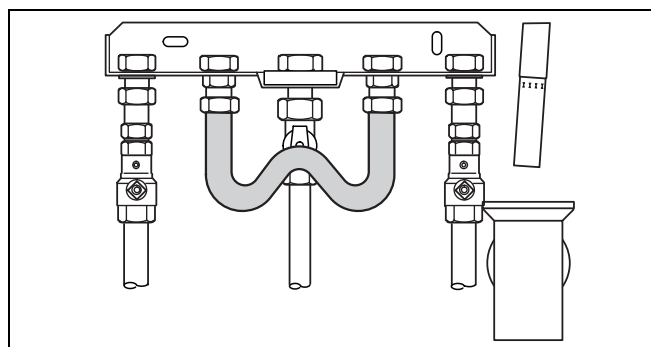
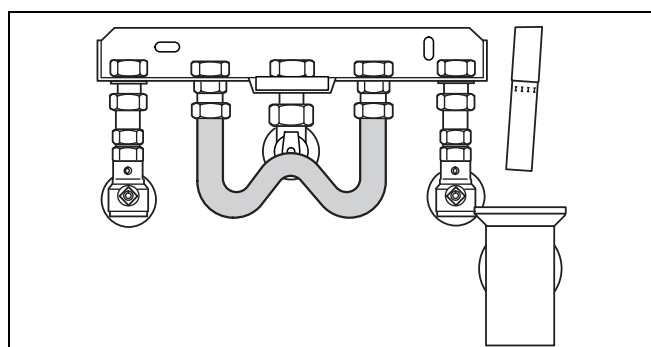

fig. 2 Raccordement des conduits – montage apparent avec by-pass U-KS
fig. 3 Raccordement des conduits – montage encastré avec by-pass U-KS
- Raccorder les conduites sans contraintes (fig. 2 et fig. 3).
- Installer un by-pass U-KS 11 (accessoire) entre le départ et le retour du préparateur (fig. 2 et fig. 3).